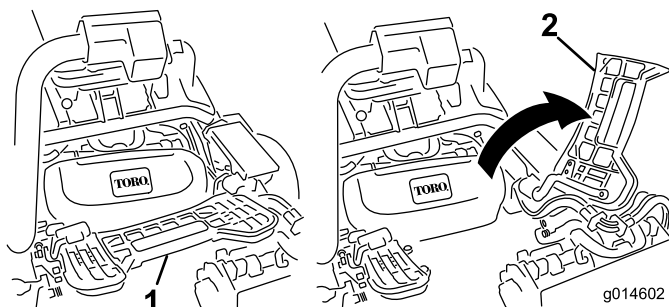

Figura 10
3. Para la instalación de la unidad de corte central, levante el reposapiés y gírelo hacia arriba, para tener acceso a la posición de la unidad de corte central (Figura 10).